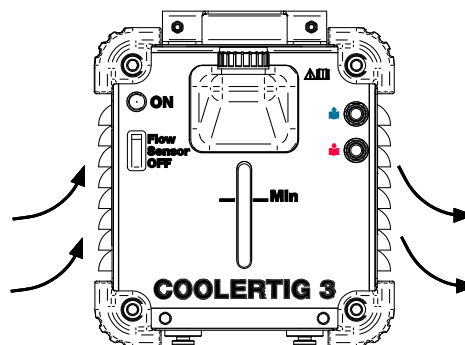

Рисунок 5.
9. Вентиляционная решетка: обеспечивает циркуляцию воздуха для охлаждения (рисунок 5)